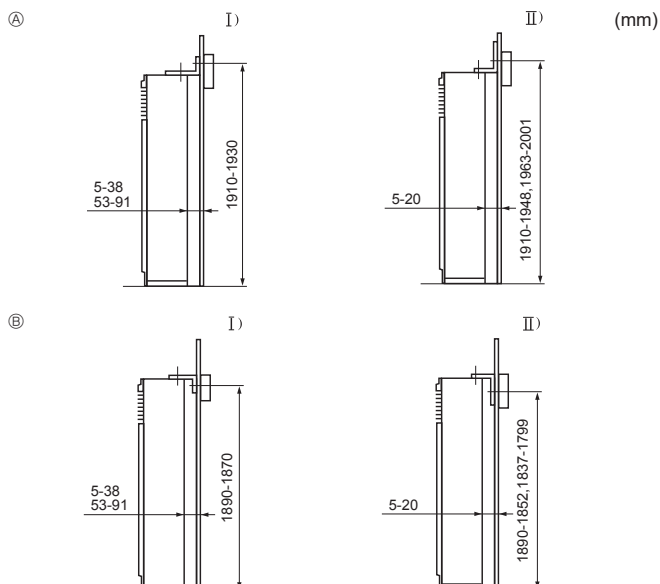

Fig. 3-3
- ① Beslag til forhindring af væltning
Beslaget til forhindring af væltning ① placeres på toppen af enheden. Fjern de selvskærende skruer ② og monter beslaget igen som vist på tegningen. Se Fig. 3-3 vedrørende korrekt monteringsafstand.
- Ⓤ Fjern skruen ② og træk gitteret fremad for at fjerne det.
3.3. Montering af beslaget til forhindring af væltning (Fig. 3-3)